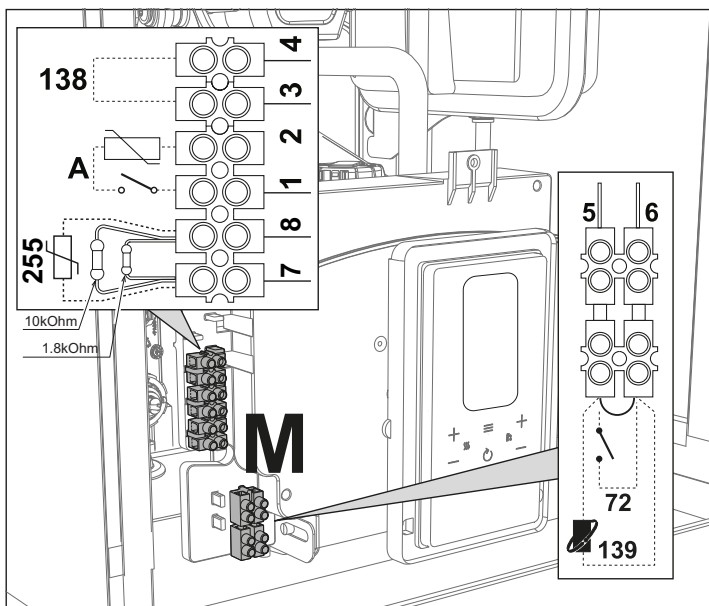

fig. 28
După ce ați scos panoul frontal (*** 'Deschiderea panoului frontal' on page 160 ***) veți putea avea acces la panoul de borne (M) și la siguranța (F) urmând indicațiile descrise în continuare (și fig. 28). **Bornele indicate în trebuie să aibă contactele curate (nu 230 V).** Dispunerea bornelor pentru diferitele conexiuni este indicată și în diagrama electrică din fig. 65.
Configurarea întrerupătorului ON/OFF (A fig. 28)